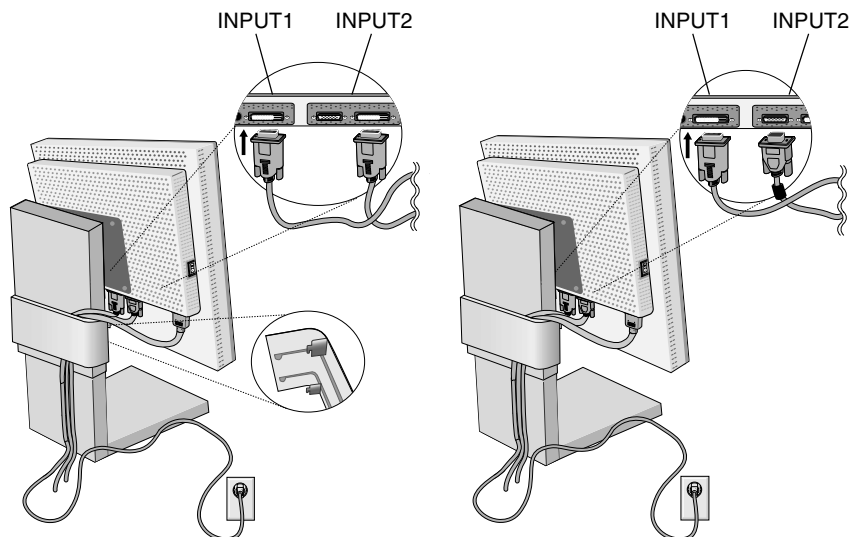

Abbildung C.1
3. Stecken Sie das DVI-Signalkabel in den Anschluss auf der Rückseite des Monitors ein. Verlegen Sie das Signalkabel (**Abbildung C.1**). Schließen Sie nur ein VGA- oder ein DVI-Kabel an Eingang 2 an.
4. Stecken Sie ein Ende des Netzkabels auf der Rückseite des Monitors und das andere Ende in die Steckdose ein (**Abbildung C.1**).